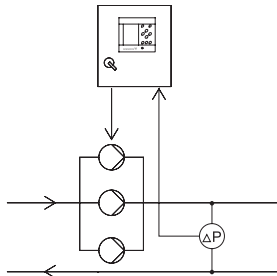

Рис. 10 Перепад давления
- Перепад давления, см. рис. 10.